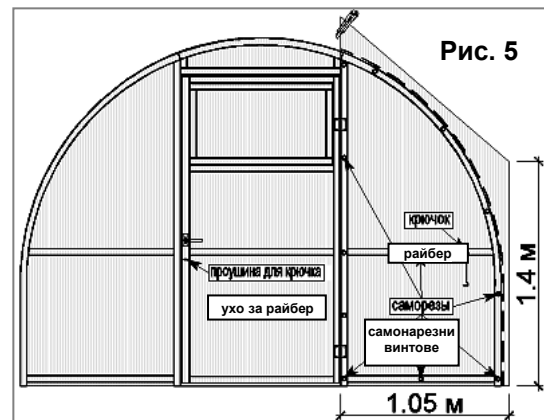

Рис. 5
5.2.7. За покриване на дясната страна на челния панел използвайте втората част от поликарбоната във вид на трапец (рис.5). Закрепете със самонарезните винтове и отрежете по дъгата. Монтирайте куката на панела.